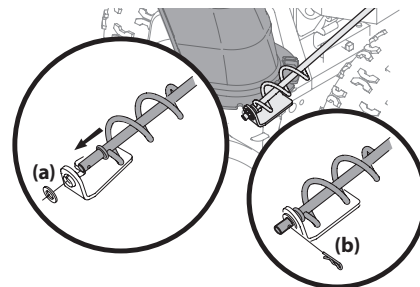

Figura 2-15
3. Quite la tapa plástica (si está puesta), la arandela plana (a) y el sujetador de horquilla (b) del extremo del conjunto del control direccional del canal. Consulte Figura 2-15.